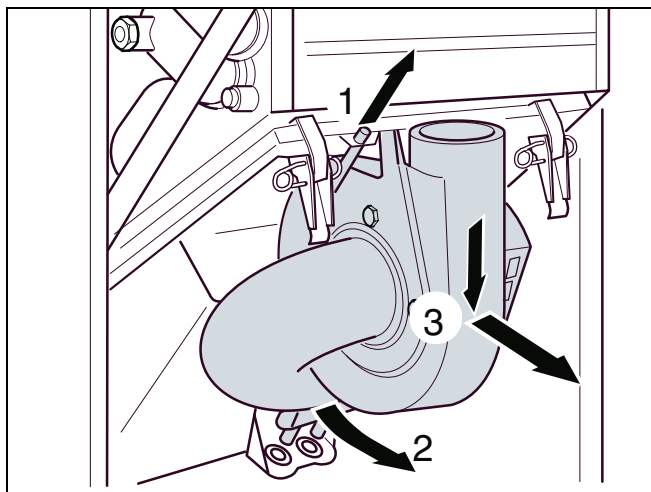

Fig. 36 Estrarre il ventilatore
- Spingere il ventilatore verso l'alto (fig. 36, pos. 1).
- Ruotare il ventilatore in basso in avanti (fig. 36, pos. 2) ed estrarlo spingendolo in avanti verso il basso (fig. 36, pos. 3).